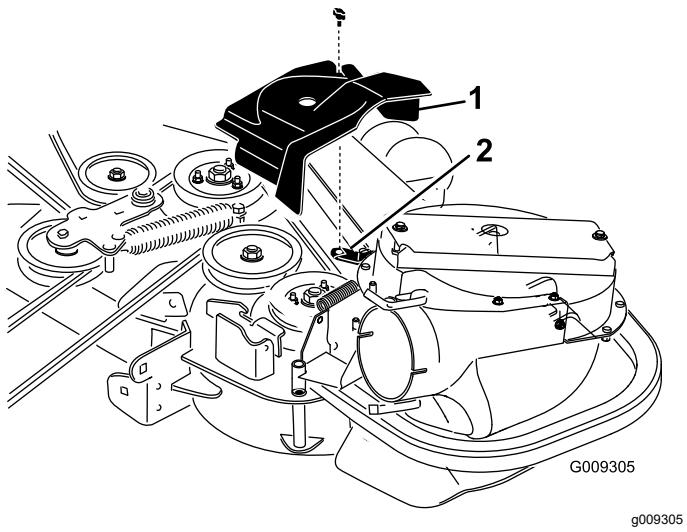
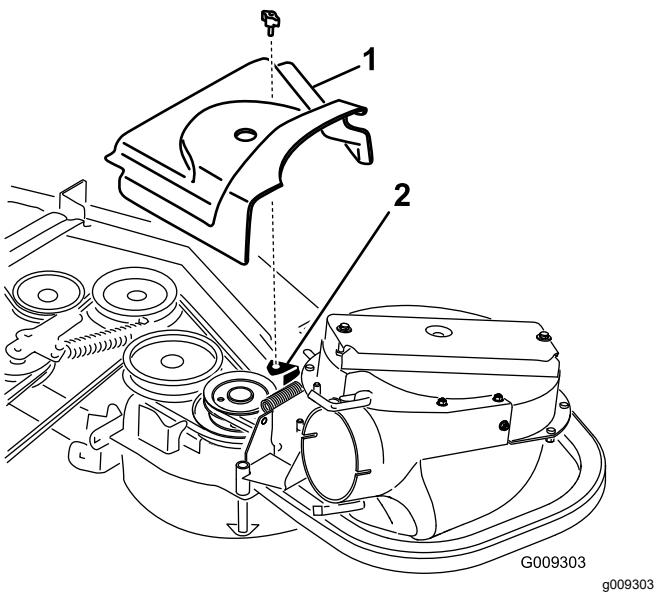

Figura 28
Figura 29
- Montez le nouveau protège-courroie de sorte que les crans situés de chaque côté passent par-dessus les supports et fermez le verrou (Figura 28 ou Figura 29).